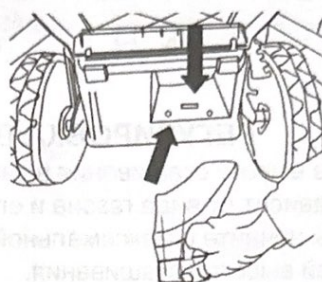

Рис. 10
- Нажмите на нижнюю сторону рукоятки, чтобы освободить и извлечь мульчирующую вставку (Рис. 10).